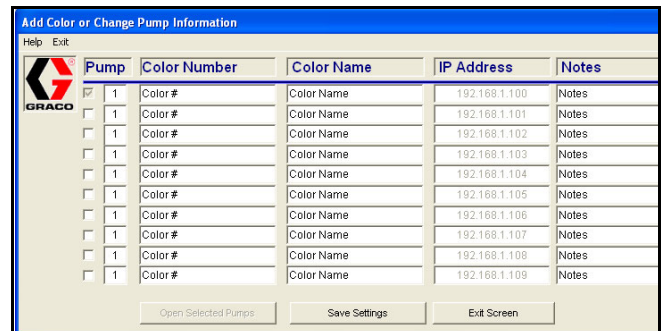

ABB. 20. Mehrere VFD-Anschlüsse
5. Die neuen Pumpeninformationen eingeben. Siehe ABB. 20. Die Felder neben jedem angeschlossenen Antrieb markieren.